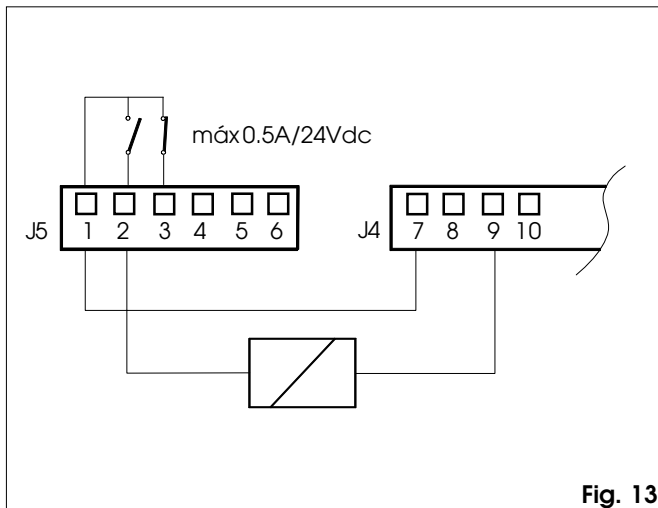

Fig. 13
**⑥ Regleta de bornes J5 Conexión Salidas a relé (fig. 13, 14, 15)**
**2 Electrocerradura - Contacto N.A. (capacidad máx. 0,5 A/24 V) (fig. 13).**